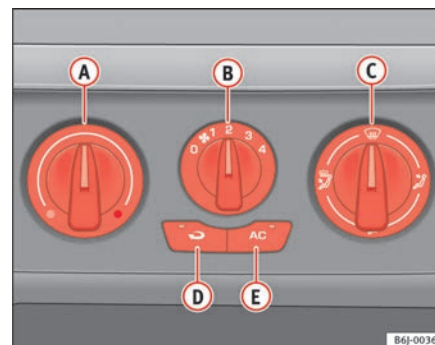

Fig. 88 Mandos del Aire Acondicionado en el tablero de instrumentos
- Con los reguladores ⇒ fig. 88 **A** y **C** y con el mando **B** se regula la temperatura, la velocidad del ventilador y la distribución del aire.